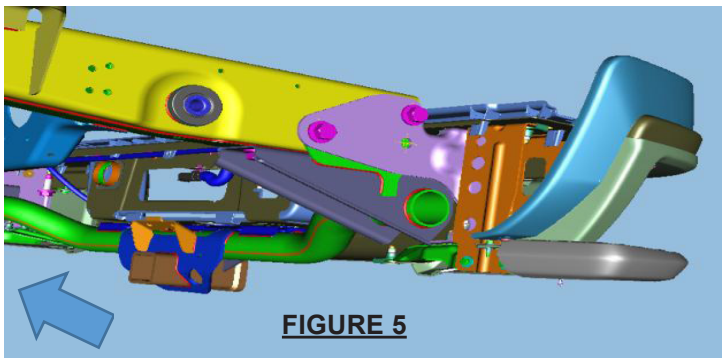

FIGURE 5
Serrer tous les boulons M14 (8) à 160 +/- 25 Nm comme illustré sur la figure 5.
Replacer les boulons M8 (2), les clips et le support des pneus. Voir la figure 5. Serrer tous les boulons M8 (2) à 22 +/- 3 Nm.